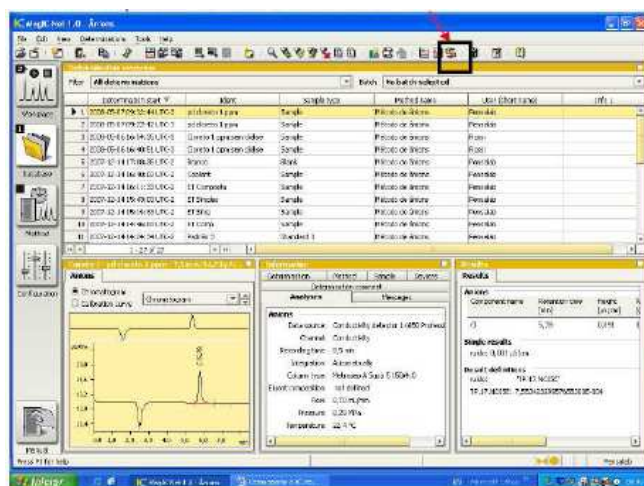

Figura 15.1 – Janela do software Magic Net IC, reprocessing.
- Uma tela, como a Figura 15.1, será aberta.